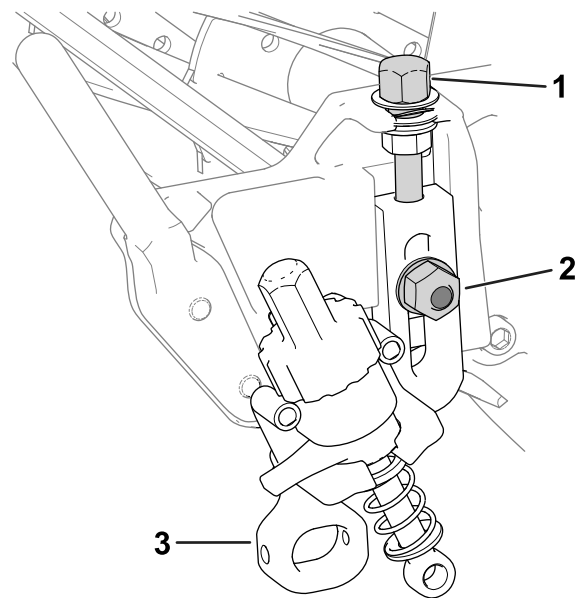

Figura 11
1. Aperte os parafusos de ajuste da altura de corte previamente removidos na parte superior dos conjuntos da altura de corte (Figura 11).
parafusos de arado, porcas flangeadas e anilhas especiais removidos anteriormente (Figura 11).